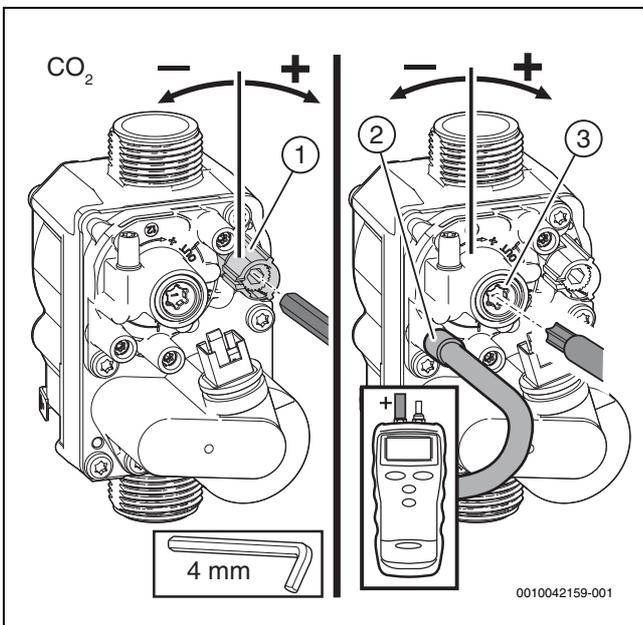

Bild 51 Einstellen der Gasarmatur
- ▶ CO2- oder O2-Gehalt für die maximale Nennwärmeleistung gemäß Tabelle prüfen und ggf. anpassen (→ Seite 41, Bild 51).